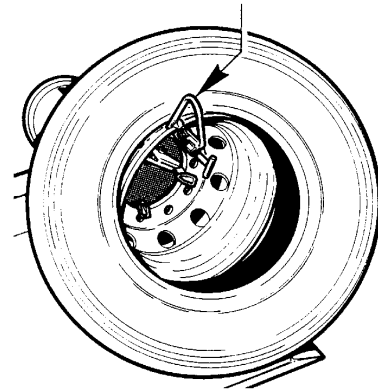

Fig.27
2. Abaisser complètement le bras porte-arbre. Faire rouler le pneu sur la plate-forme et l'accrocher à l'étau (Fig.27).